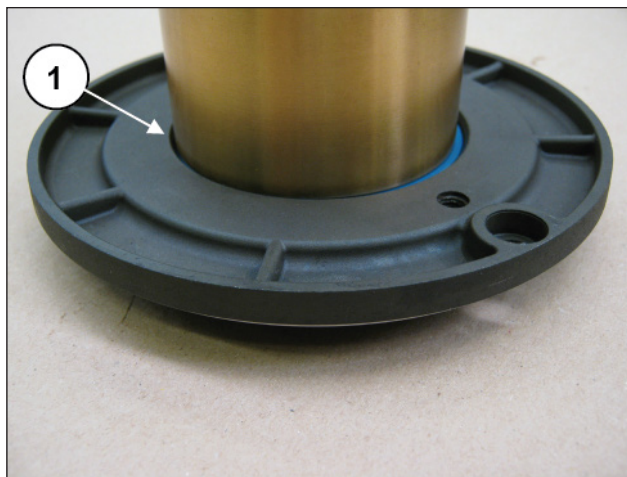

Fig. 137
Montar la anilla de retención radial en la tapa de retención (pos. ①, Fig. 137) utilizando un introductor u otra herramienta (herramienta específica cód. 27643500).